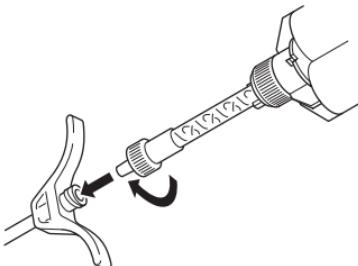

Figura 4: Conecte la punta de mezcla Cortoss a la cánula de cementación
1. Conecte la punta de mezcla Cortoss a la cánula de cementación (figura 4).